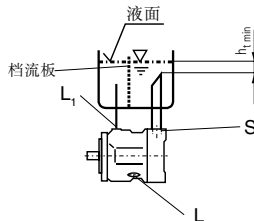

图 5
- 如安装在油箱之下“L1”和“S”口的管道连接如图5所示，“L”口堵死。